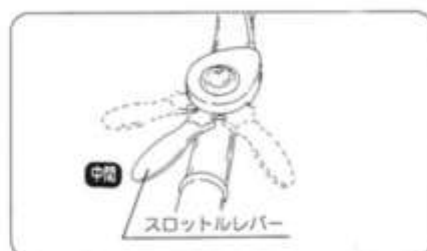

図33
- ① エンジンを始動し、スロットレバーは【中間】位置にします。(図33)